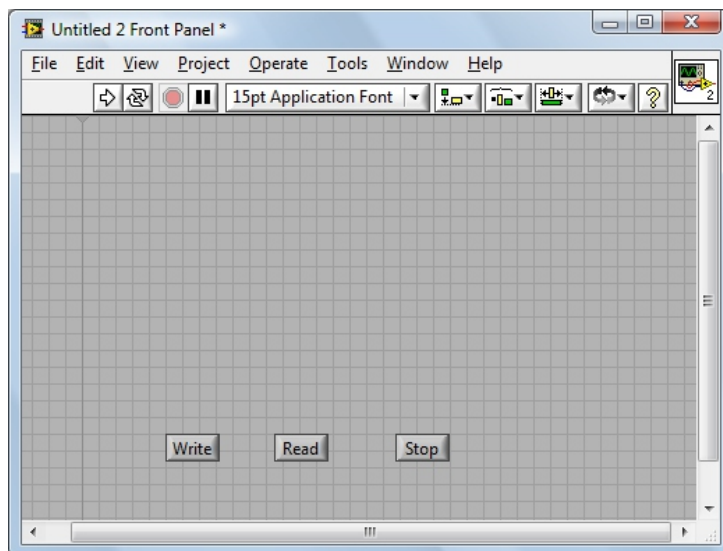

图 4-3-2
2. 从前面板选择 Controls>>Modern>>Boolean>> OK Button 放置 3 个按钮分别定义为 Write Read 和 Stop。如图 4-3-2 所示。